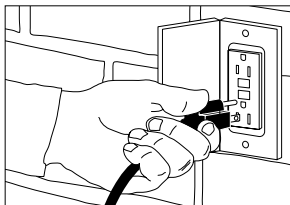

Figure 3 - Insérer le cordon dans la prise du disjoncteur de fuite à la terre
- de fuite à la terre (voir la figure 3).